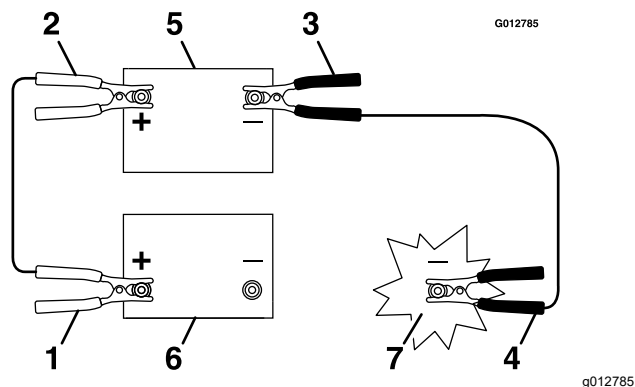

Figura 82
4. Conectai cablul pozitiv (+) la borna pozitivă (+) a bateriei descărcate, care este conectată la demaror sau solenoid conform Figura 82.